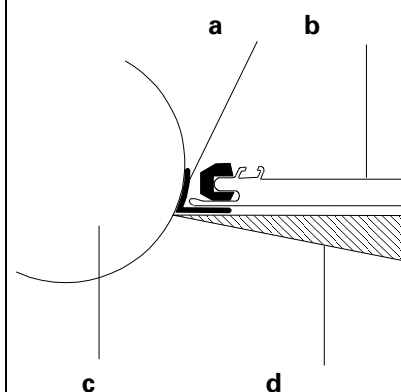

fig 2
7. **Aplatissez** le toit en en montant dans le bateau et en tirant les saisines vers le haut pour éviter de coincer le tissu [fig. 2].